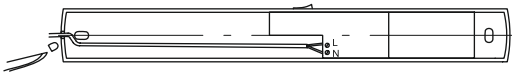

Рисунок 2
- В корпусе светильника со стороны ввода проводов питания прорежьте отверстие необходимого размера (рисунок 2).
- Подключите подготовленные концы сетевого провода к клеммам L, N (рисунок 2). Затяните винты клеммного зажима.